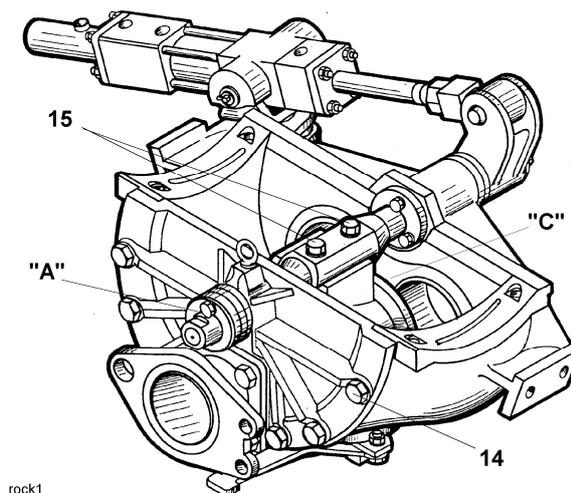

Fig. 2
- Controlar en intervalos regulares y según los datos del esquema de mantenimiento el asiento fijo de los tornillos de tapa 14 (Fig. 2) y de los tornillos de apriete del cuerpo de giro 15 (solamente en "Rock grande").